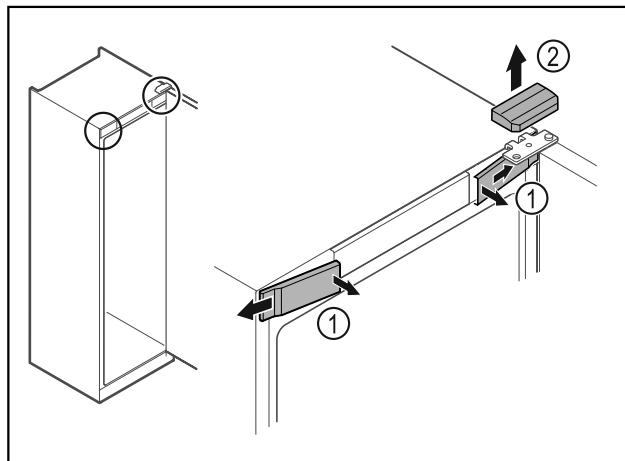

Fig. 6
► Décrocher les caches avant Fig. 6 (1) du côté intérieur et les retirer vers l'extérieur.
► Retirer le cache supérieur Fig. 6 (2) vers le haut.